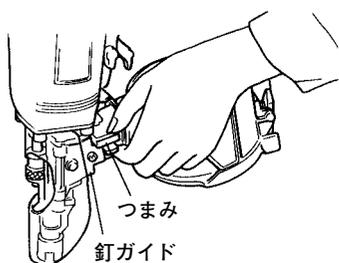

図 10
(2) 釘ガイド内に釘を装てんする
- 釘ガイドとつまみに指をかけ、つまみを下へ押してそのまま左へ開きます。(図 10)